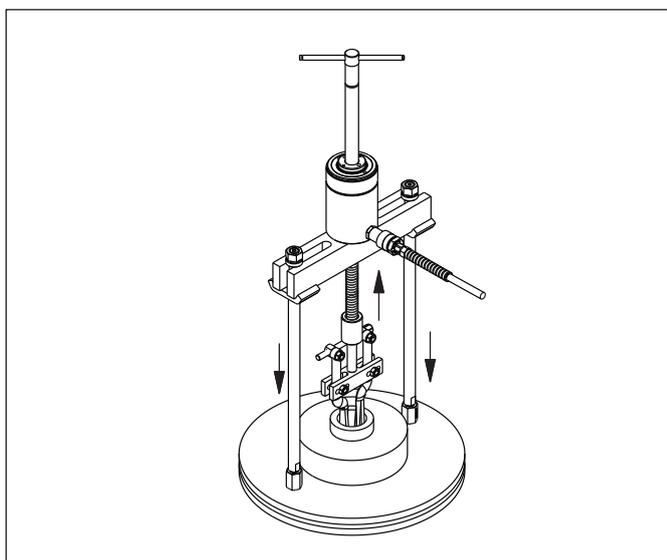

Figura 15, Extractor de alargaderas con extractor de interiores (estándar)
- Monte el extractor en el cojinete a extraer. Alinee las patas del extractor y las garras del extractor. Vea la Figura 15.